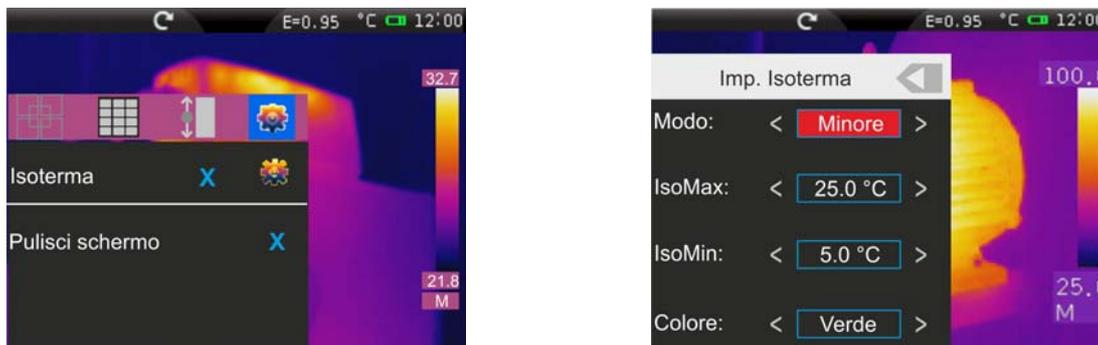

Fig. 59: Impostazioni strumento Isoterma
Nel Menu Immagine, toccando l'icona "🌸" è possibile selezionare la funzione Isoterma oltre ad attivare una funzione di pulizia dello schermo. Le seguenti opzioni sono disponibili (vedere Fig. 59)
2. Toccare l'icona "🌸" per la definizione delle caratteristiche dell'Isoterma. La videata di Fig. 59 è mostrata a display. Il significato delle voci è il seguente: